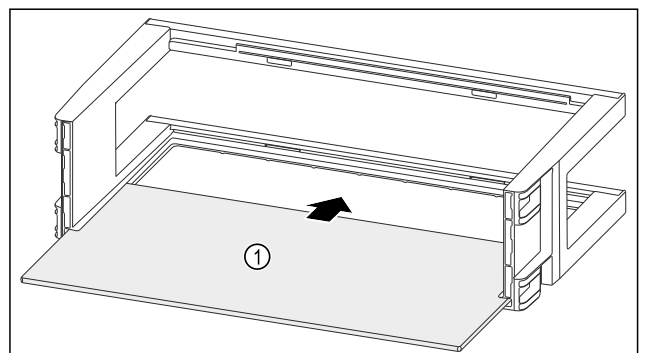

Fig. 124
- Abstellfläche Fig. 124 (1) in die seitlichen Einsparungen einschieben.